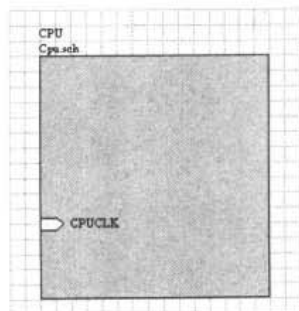

图 6-15 绘制 CPU 出入口
- (10) 固定方块电路出入口：移动十字光标，出入口也跟着移动，将出入口移动到 CPU 方块电路图的对面，单击鼠标左键或按下 Enter 键，固定方块电路出入口，即完成绘制第 1 个方块电路出入口，如图 6-15 所示。